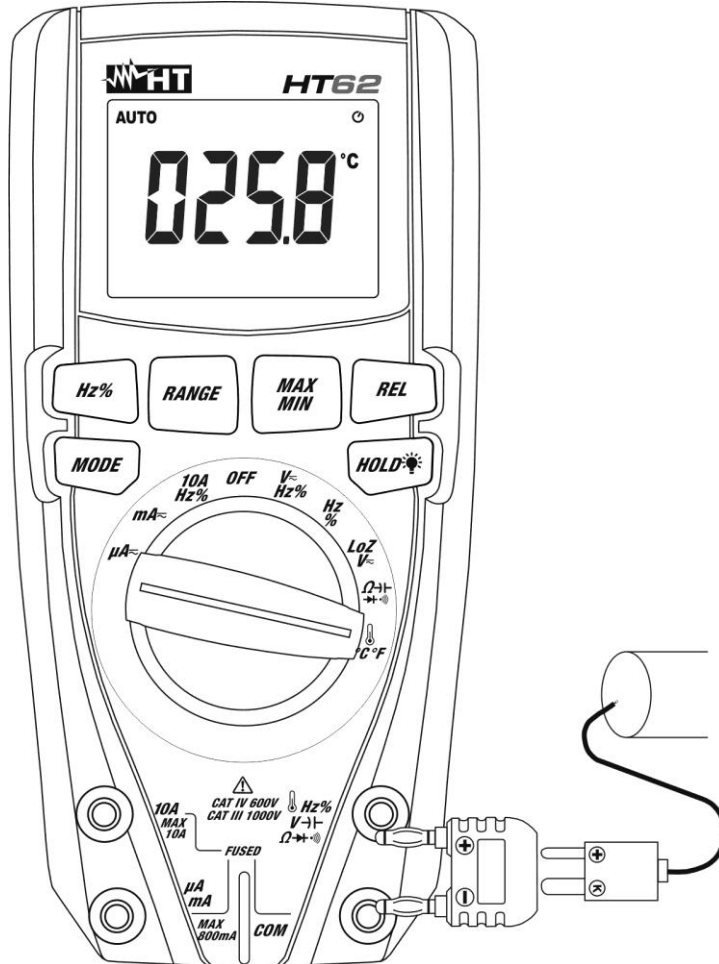

Fig. 9: Uso del instrumento para medida de Temperatura
3. Inserte el adaptador en dotación en los terminales de entrada Hz% V- Ω → (polaridad +) y **COM** (polaridad -) (vea Fig. 9)